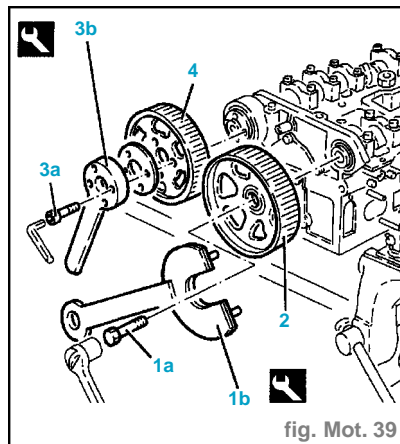

fig. Mot. 39
- Déposer le joint (2).
- Déposer le transmetteur combiné pour thermomètre et témoin de la température de l'eau du moteur (3).
- Dévisser la vis (1a) de la poulie de commande de l'arbre à cames d'échappement, en utilisant les outils en guise d'anti-couple (1b). Déposer la poulie (2) (fig. Mot. 39).